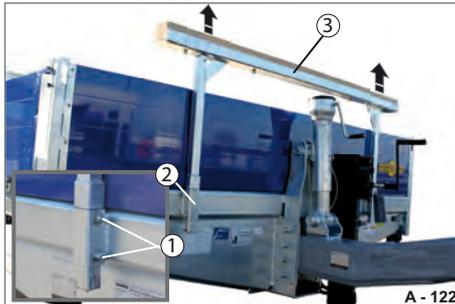

Abb. 174 Auflagebock entsichern
- ▶ Verschraubung (Abb. 174/1) an beiden Rungentaschen (Abb. 174/2) lösen.
- ▶ Auflagebock-Gestell (Abb. 174/3) langsam und gleichzeitig aus den Rungentaschen herausziehen.